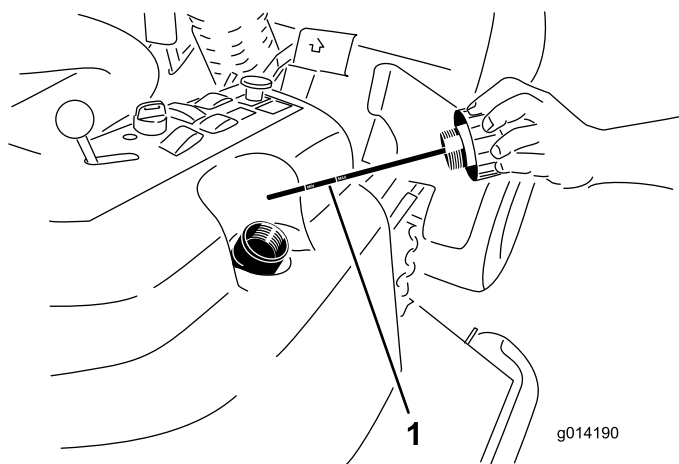

Figure 40
2. Enlevez le bouchon (Figure 40) du goulot de remplissage du réservoir hydraulique.
3. Retirez la jauge et essuyez-la sur un chiffon propre (Figure 40).
4. Vissez la jauge dans le goulot de remplissage, ressortez-la et vérifiez le niveau de liquide (Figure 40).